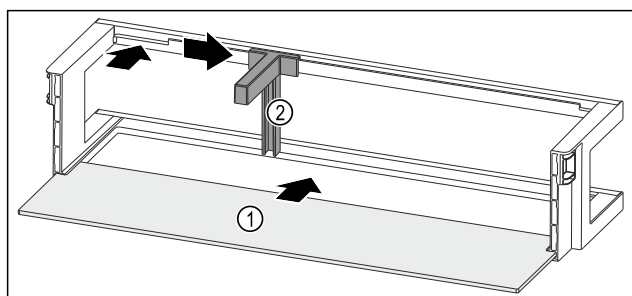

Fig. 240 Balconnet de contre-porte avec tablette de rangement
- Insérer la tablette de rangement Fig. 240 (1) dans les évidements latéraux.
- Insérer le range-bouteilles Fig. 240 (2) dans l'évidement.
- Pousser le range-bouteilles Fig. 240 (2) sur le côté en position souhaitée.